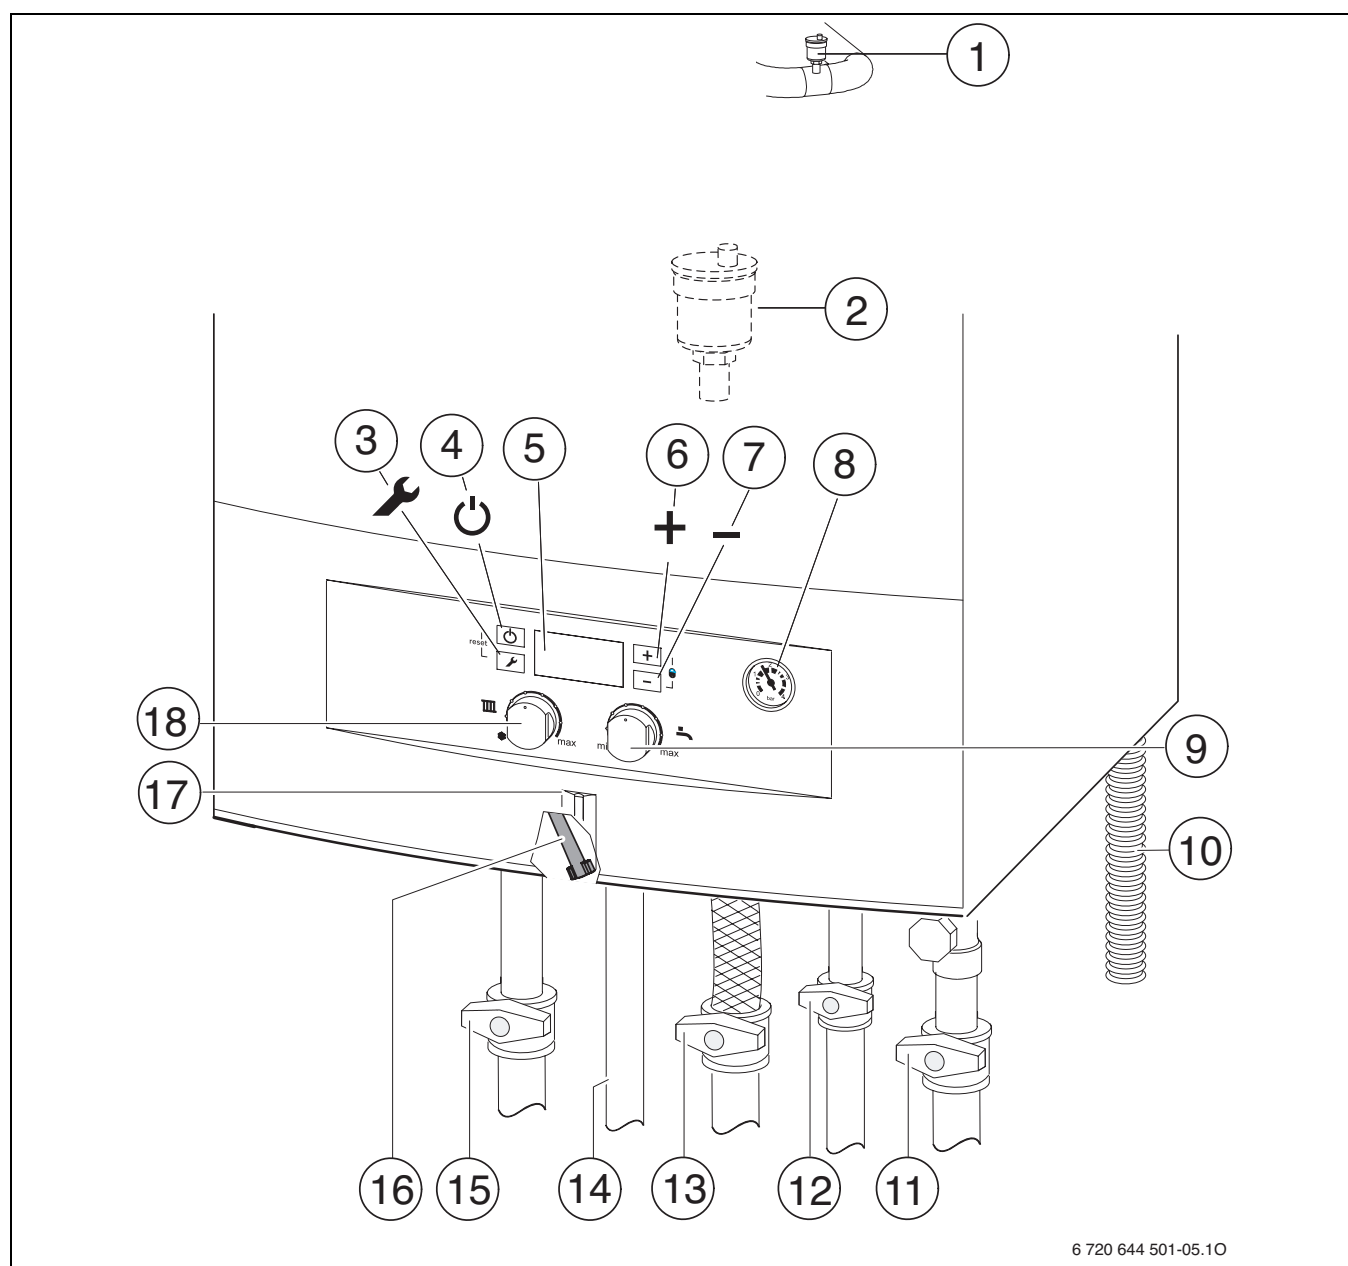

Fig. 18
- ▶ Deschideți aerisitorul automat (lăsați-l deschis) (→ fig. 18, [2], pag. 24).
- ▶ Deschideți robinetul pentru apă rece (→ fig. 18, [12]).
- ▶ Deschideți robinetul pe turul încălzirii și cel pe returul încălzirii (→ fig. 18, [15] și [11], pagina 24).
- ▶ Deschideți robinetul de gaz (→ fig. 18, [13]).